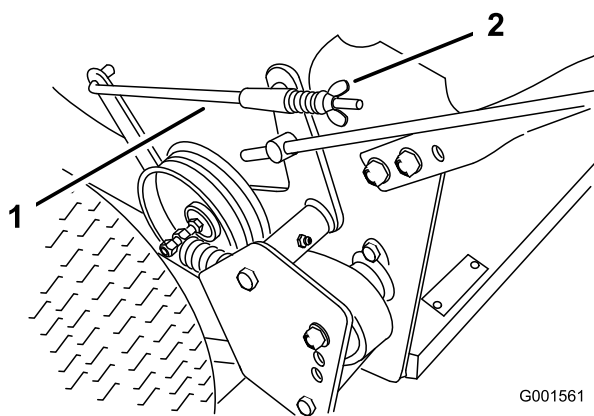

Figure 31
3. Pour régler les freins, tournez les écrous à oreilles sur les tiges de freins (Figure 31). Tournez les écrous à oreilles dans le sens horaire pour serrer les freins et dans le sens anti-horaire pour les desserrer.